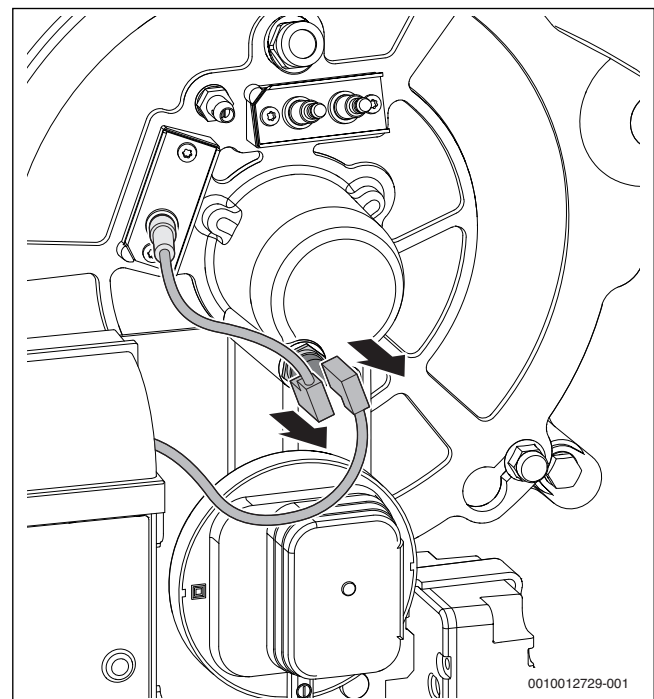

Bild 88 Stecker am Temperaturwächter abziehen
- ▶ Stecker am Temperaturwächter abziehen (→ Bild 88)